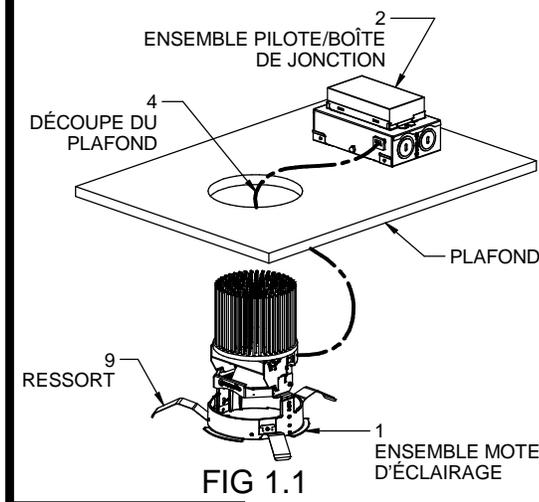

FIG 1.1
3. Place the Driver/J-box assembly (2) above the ceiling surface by inserting the whole assembly through the ceiling cut-out (4) and make sure the Driver/J-box (2) placed well. **FIG 1.1**.
4. Install the light engine assembly (1) to ceiling (3) by squeezing all the springs (9) inserting it through ceiling cutout (4) and gently pushing it against the ceiling. **FIG 1.1**
3. Installer l'ensemble pilote/boîte de jonction (2) au-dessus de la surface du plafond en insérant l'ensemble complet à travers la découpe de plafond (4) et veiller à ce que l'ensemble pilote/boîte de jonction (2) soit bien en place. **Voir FIG 1.1. REMARQUE:** Utiliser une main pour installer l'ensemble pilote/boîte de jonction (2) et soutenir l'ensemble moteur d'éclairage (1) avec l'autre main.
4. Installer l'ensemble moteur d'éclairage (1) au plafond (3) : serrer tous les ressorts (9), l'insérer à travers la découpe de plafond (4) et le pousser délicatement contre le plafond. **FIG 1.1**